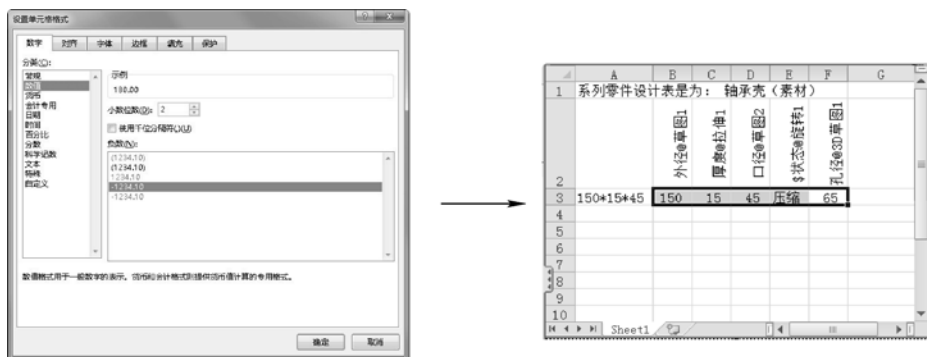

图 1-20 设置表格数值区为数值类型
STEP 7 选择第 3 行除第 1 列外的数据，右击选择的数据，选择“设置单元格格式”菜单命令，打开“设置单元格格式”对话框，如图 1-20 左图所示，设置单元格格式为“数值”，如图 1-20 右图所示（下面要设置的其余数据区数据也需要设置为“数值”）。